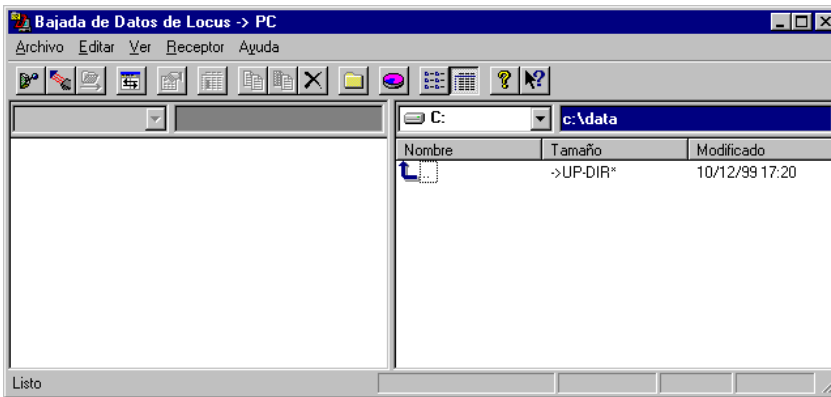

Figura 4.1. Ventana Principal de Bajada de Datos
2. Seleccione **Agregar archivos de datos del receptor** del menú **Proyecto**. Aparece la ventana principal de Bajada de Datos, como se muestra en Figura 4.1